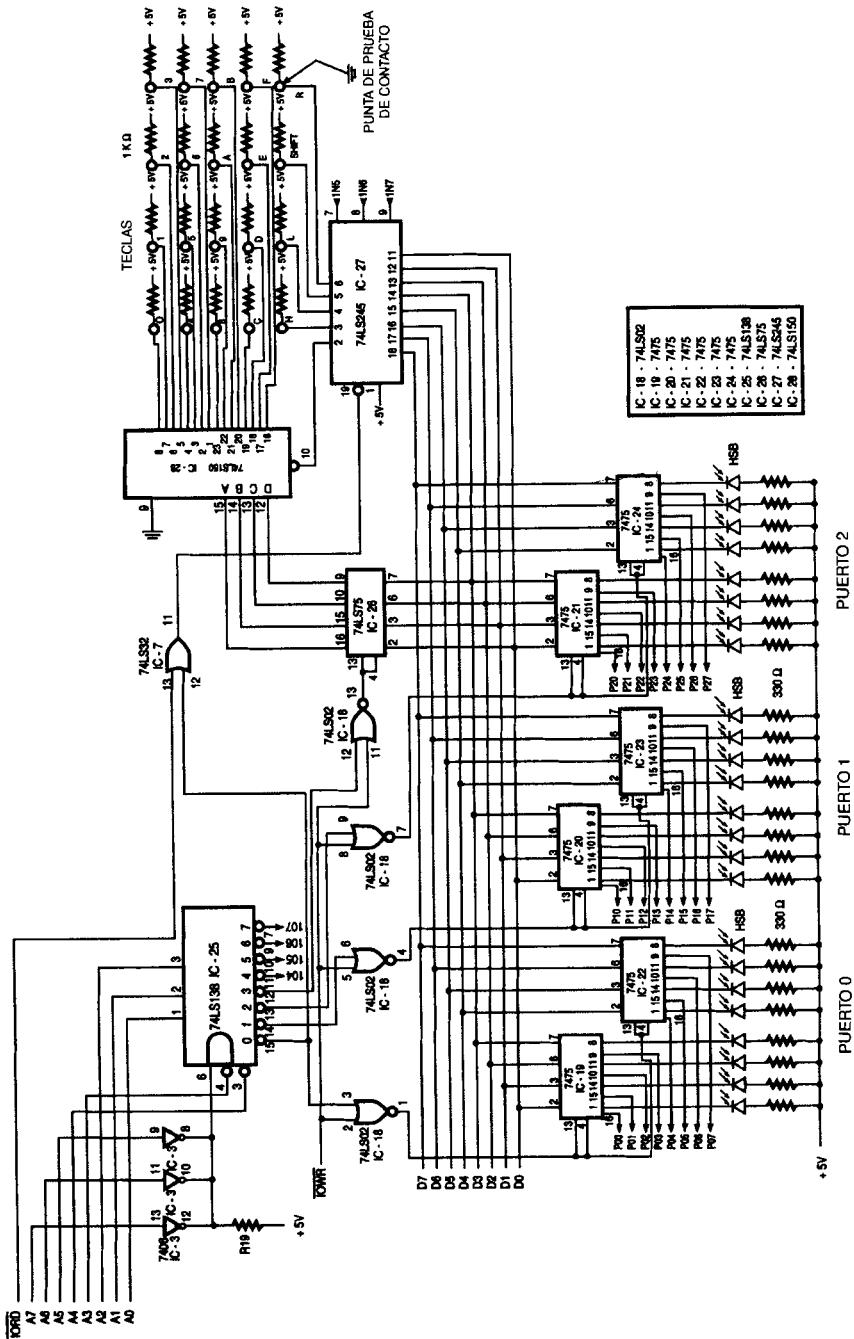

FIGURA 16-14 E/S del sistema de adiestramiento
La entrada y salida de una computadora puede ser muchas cosas, desde una terminal típica hasta el control y manejo de un conjunto motor-generador de un sistema de distribución de energía eléctrica. La figura 16-14 muestra la E/S del sistema de adiestramiento en computadoras de la figura 16-1. Este sistema consta de tres puertos de salida de ocho bits con LED y un teclado hexadecimal para introducir código de máquina para programar la computadora. El decodificador de direcciones es el mismo 74LS138 que se usó para la memoria, pero en este caso la dirección tiene sólo ocho bits en lugar de 16. Esto se debe a que el Z-80, al igual que el viejo 8080, tiene únicamente direcciones de ocho bits para los puertos de entrada/salida. El decodificador proporcionará un nivel BAJO en la línea seleccionada para las primeras ocho direcciones posibles. El NOR de estas líneas seleccionadas con $\overline{\text{IORD}}$ e $\overline{\text{IOWR}}$ produce las habilitaciones de retención para los puertos de salida y el puerto de entrada. Los tres puertos de salida están compuestos por dos retenedores D transparentes cuádruples 7475. Cuando la entrada de habilitación o de reloj de estos flip-flops D se lleva al nivel ALTO, el dato del bus de datos pasa a las salidas Q y \overline{Q} de los retenedores. Cuando la entrada de habilitación o de reloj regresa al nivel BAJO, el dato es retenido en las salidas Q y \overline{Q} de los retenedores D . Cuan-
Ejemplo: Añada un puerto de salida adicional al diagrama de la figura 16-14. El puerto de salida excitará dos LED de siete segmentos. Utilice un CI 74LS273, dos CI 7447 y dos LED de siete segmentos.
4. ¿Cuántos puertos de salida aparecen en el diagrama de la figura 16-14?
7. ¿Cuántos puertos de salida pueden añadirse a la computadora de la figura 16-14 si no se cambia el decodificador de direcciones? [2]
8. En la figura 16-14, ¿por qué se utilizaron compuertas NOR 74LS02 en lugar de compuertas OR 74LS32? [2]